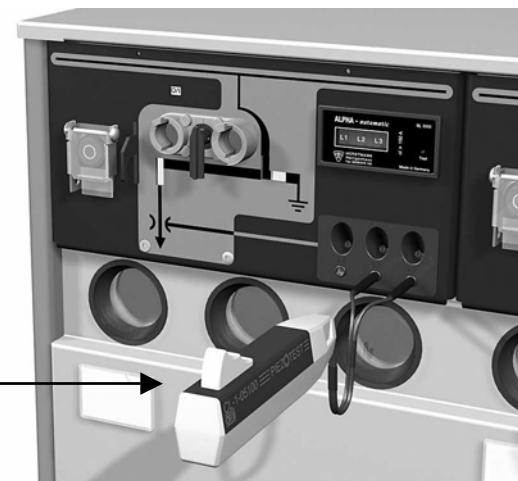

Рисунок 4-7: Устройство диагностики детектора напряжения
5. Проверьте исправность индикатора детектора напряжения с помощью устройства диагностики системы детекции напряжения (18) (см. Рисунок 4-7):